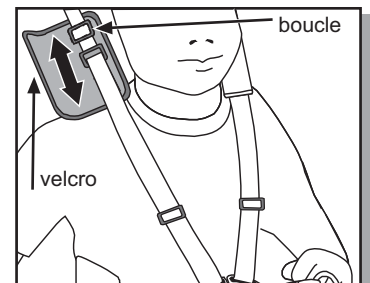

Fig. 18 Régler la hauteur de la sangle d'épaule.
- d. Régler la hauteur de la sangle d'épaule. Ajuster la hauteur de la sangle d'épaule pour qu'elle arrive juste au-dessus de la hauteur de l'épaule de l'enfant (Fig.18).
- e. Régler la sangle d'épaule. Ouvrir les coussinets velcro. Faire glisser la boucle vers le bas ou le haut pour régler les sangles. Le harnais de siège devrait être suffisamment serré sans oublier d'être confortable (Fig. 18).